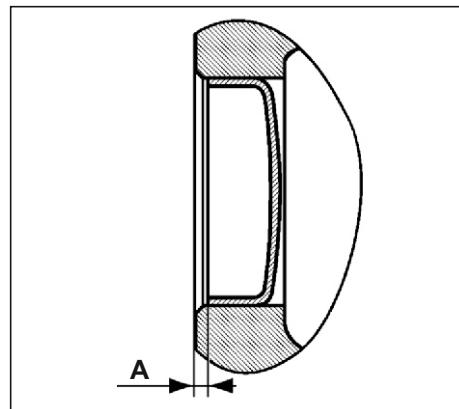

Рис. 44. Установка заглушки.
7. Проверить размер посадки заглушки ("A" =  $2 \pm 0,5$  мм) (см. Рис. 44).